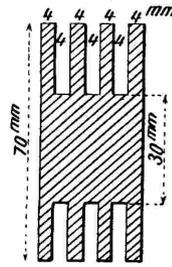

Fig. 1
a) Transformateur à couplage peu serré (fig. 1).
Préparer un mandrin circulaire d'ébonite ou de buis (on peut le composer de plusieurs rondelles serrées ensemble par une tige centrale) correspondant aux cotes de la figure 1. Il possède 3 gorges destinées au bobinage.